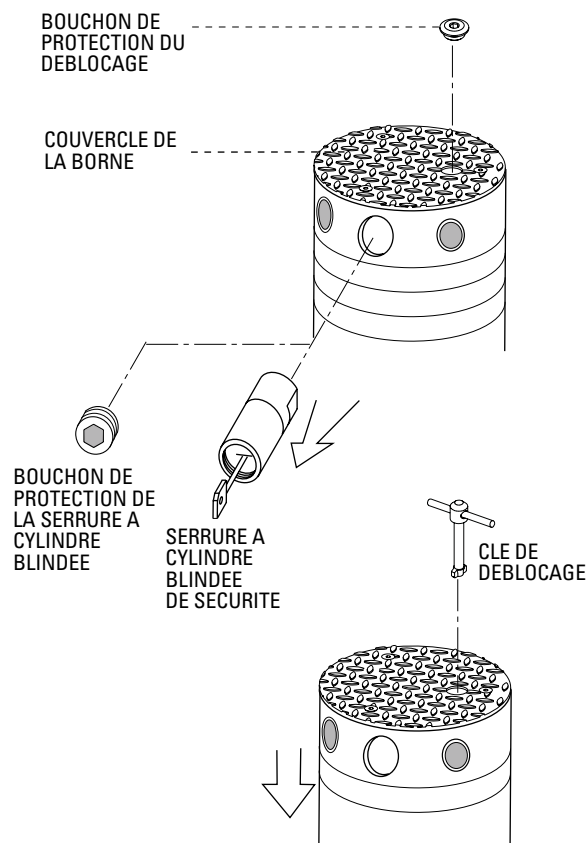

FIG. 5
- 1- Utiliser une clé hexagonale pour dévisser les **Bouchons de protection du déblocage** et de la **Serrure à Cylindre Blindée** (Fig.5)